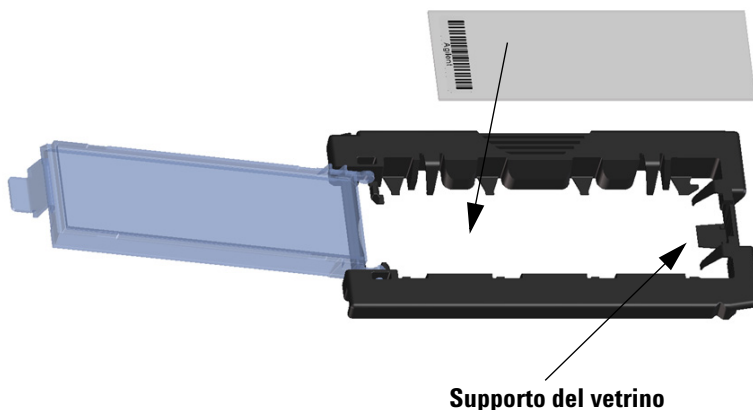

Figura 39 Inserimento del vetrino nel portavetrini
- c Posizionare con cautela l'estremità del vetrino senza l'etichetta del codice a barre sul supporto del vetrino. Vedere Figura 39.